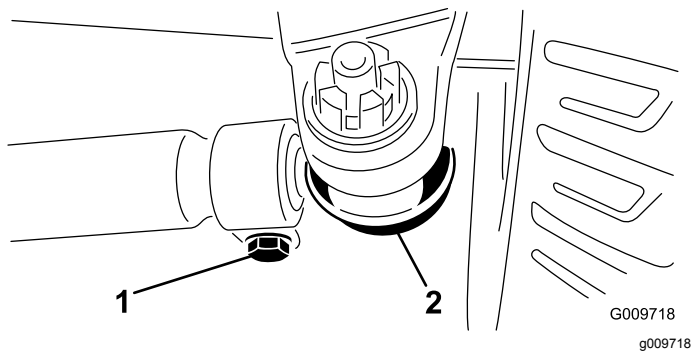

Figure 88
4. Desserrez les fixations aux deux extrémités des biellettes (Figure 88).